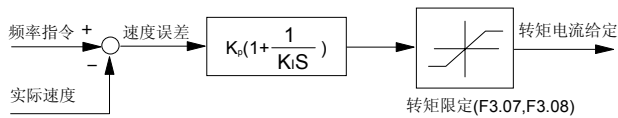

图 6-13 速度调节器简化框图
1、速度调节器（ASR）的构成如图6-13所示。图中 KP为比例增益P，KI为积分时间I